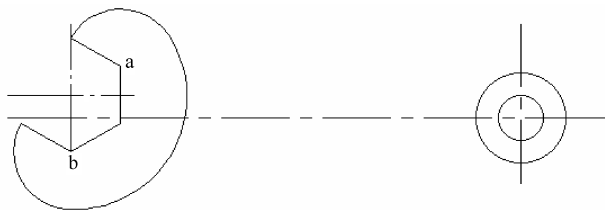

图 3-10 绘制同心圆
6) 绘制同心圆。在【属性】工具栏中，改变线型为实线，单击圆按钮 $\odot$ ，拾取同心圆的圆心，绘制同心圆，操作结果如图 3-10 所示。